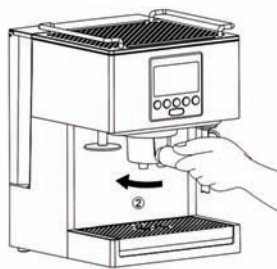
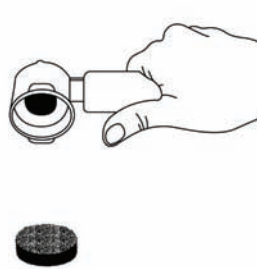
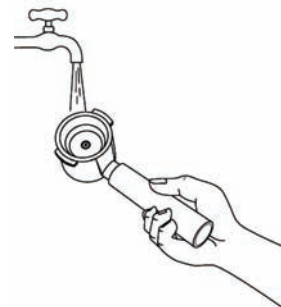

Рис. 5
Рис. 6
Рис. 7
- 11.18. Сними ручку фильтра, поворачивая его в левую сторону (Рис. 5), а потом выкинь использованный пакетик или кофейную гущу (Рис. 6). Очисти фильтр используя воду (Рис. 7).
- 12.17. Сними ручку фильтра, поворачивая его в левую сторону (Рис. 5), а потом выкинь использованный пакетик или кофейную гущу (Рис. 6). Очисти фильтр используя воду (Рис. 7).
- 13.14. Сними ручку фильтра, поворачивая его в левую сторону (Рис. 5), а потом выкинь использованный пакетик или кофейную гущу. (Рис. 6). Очисти фильтр используя воду (Рис. 7).